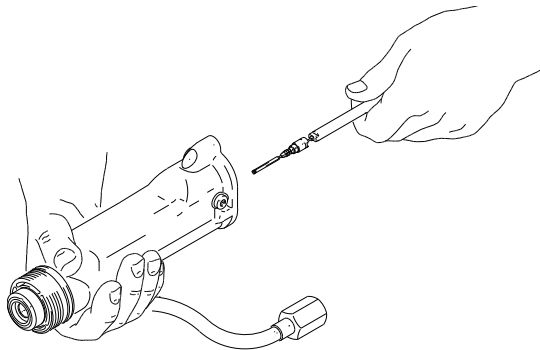

图 28. 流体枪针的更换
8. 将流体枪针组件安装在枪筒内。在枪针前部涂上绝缘润滑脂 (若尚未执行此操作)。用 2 毫米球头扳手 (46) 推入枪针，并拧紧。参见图 28。
9. 安装弹簧 (5)。
10. 安装弹簧帽 (31)，确保接地弹簧 (6) 安装到位。紧固到位。**不要拧得过紧。**
11. 装上枪筒 (1)，参见第 39 页。